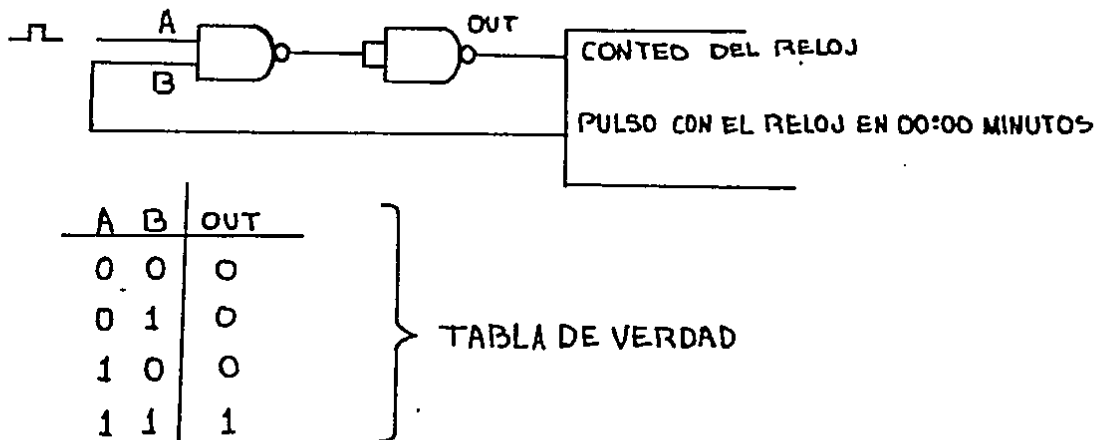
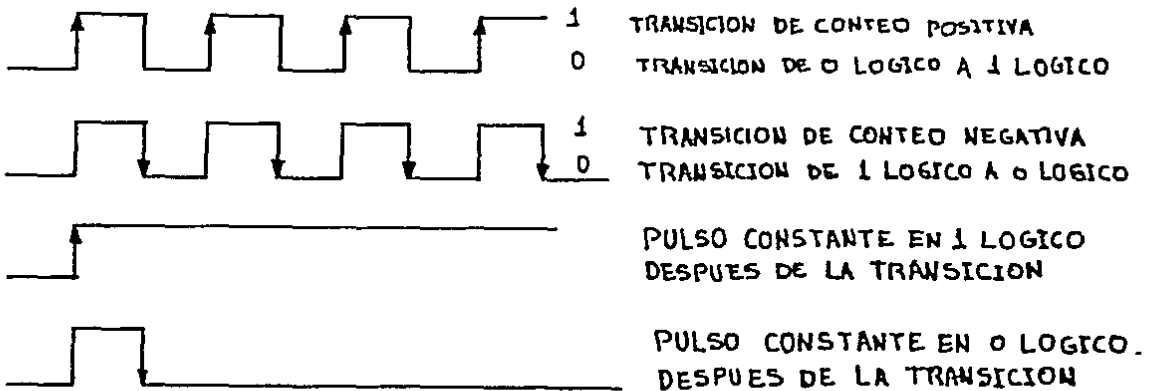
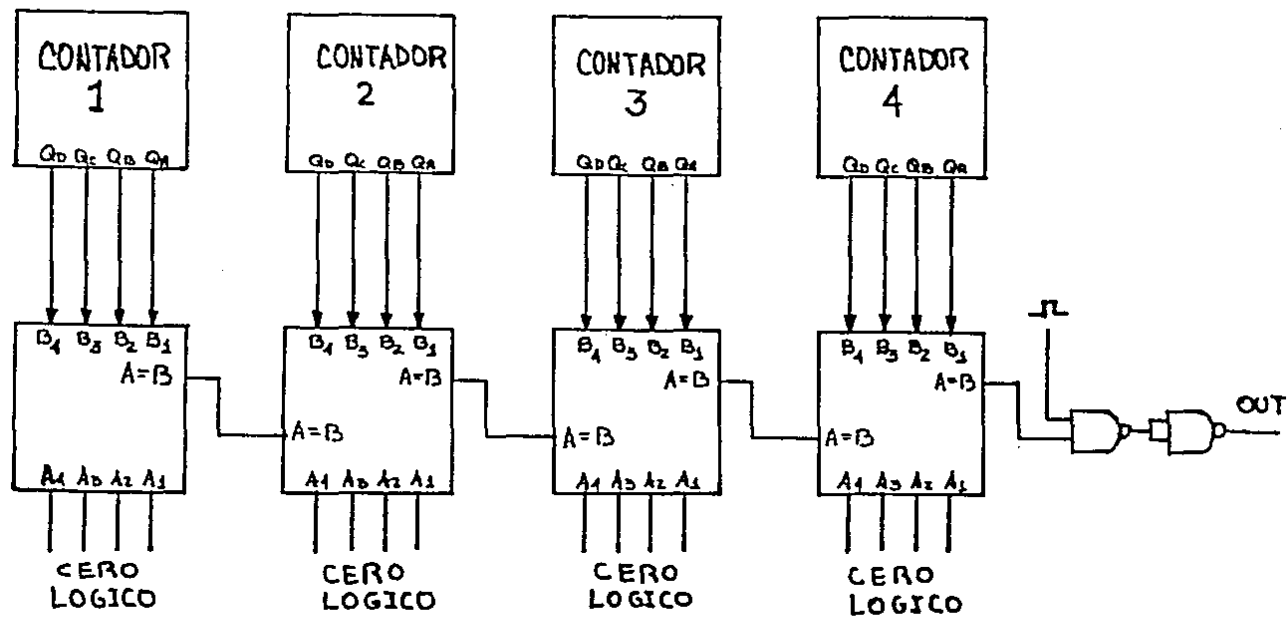

FIGURA 9 : ARREGLO QUE EVITA LA TRANSICION DE CONTEO.
FIGURA 10 : TRANSICIONES DE CONTEO.
FIGURA 11 : COMPARACION A 00:00 CON COMPARADORES.
EL SIGUIENTE PROBLEMA QUE TUVIMOS, FUE CUANDO EL CRONOMETRO LLEGABA A SU CONTEO MINIMO, EN ESTE CASO 00:00 MINUTOS, AL LLEGAR A ESTE CONTEO, SE REINICIABA EL CONTEO Y NUNCA SE DETENIA, PARA EVITAR LA CONTINUIDAD DE ESTE CONTEO, ELABORAMOS UN ARREGLO MEDIANTE COMPUERTAS COMO SE MUESTRA EN LA FIGURA 9, CON ESTE ARREGLO, EVITAMOS LA TRANSICION DEL PULSO HACIA EL FLANCO DE DISPARO(9) DEL CONTADOR, PARA QUE EXISTA UN PULSO DE CONTEO, DEBE DE HABER UNA TRANSICION DEL FLANCO POSITIVO HACIA EL NEGATIVO, CADA TRANSICION GENERA UN PULSO DE SALIDA, PARA EVITAR ESTE PULSO DE SALIDA, BASTA CON MANTENER EL GENERADOR DE PULSOS EN UN ESTADO CONSTANTE
POSITIVO (ALTO), O NEGATIVO (BAJO), MIENTRAS EL ESTADO SE MANTENGA CONSTANTE Y NO EXISTA LA TRANSICION DE UN ESTADO HACIA OTRO (EN ESTE CASO DE POSITIVO HACIA NEGATIVO), NO HABRA PULSO DE DISPARO PARA CONTEO, LA FIGURA 9, NOS DA UNA ILUSTRACION DE COMO SE PUEDE IMPEDIR ESTA TRANSICION DE ESTADOS Y EVITAR LA CONTINUACION DEL CONTEO.
SI MIRAMOS EL ARREGLO DE LA FIGURA 11, NOS DAMOS CUENTA QUE LA ENTRADA ' A ' DE LA COMPUERTA SIEMPRE VA A ESTAR CAMBIANDO DE UN ESTADO LOGICO 'BAJO', HACIA UN ESTADO LOGICO 'ALTO', Y VICEVERSA, Y MIENTRAS EN LA ENTRADA ' B ' TENGAMOS UN PULSO DE CONTEO DIFERENTE A 00:00 MINUTOS, TENDREMOS UNA ENTRADA CONSTANTE EN UN ESTADO LOGICO 'ALTO' Y VIENDO LA TABLA DE VERDAD PARA ESTE TIPO DE COMPUERTAS, NOS DAMOS PERFECTA CUENTA QUE CON UNA ENTRADA $AB = 01$, NO CUENTA PERO COMO ' A ' ESTA CAMBIANDO CONSTANTEMENTE, SE DA LA OTRA CONDICION CON $AB = 11$, QUE NOS ORIGINA UN PULSO DE CONTEO AL EXISTIR LA TRANSICION DE (0) HACIA (1), PERO CUANDO EN LA ENTRADA ' B ' TENEMOS UN PULSO DE CONTEO IGUAL A 00:00 MINUTOS, TENDREMOS PRESENTE EN LA ENTRADA UN ESTADO LOGICO BAJO (0), Y AHORA NO IMPORTA EN QUE ESTADO SE ENCUENTRE LA ENTRADA EN ' A ', TENDREMOS A LA SALIDA UN PULSO CONSTANTE EN EL ESTADO LOGICO BAJO (0) Y AL NO HABER TRANSICION, NO HABRA PULSO DE CONTEO, LA FIGURA 10, NOS MUESTRA LOS TIPOS DE TRANSICION QUE EXISTEN EN LOS CONTADORES DURANTE UN PULSO DE CONTEO Y EL MISMO PULSO CUANDO ES CONSTANTE Y NO EXISTE
POR MEDIO DE COMPARADORES. VAMOS A NECESITAR DE UN COMPARADOR POR CADA CONTADOR, ASI PODEMOS VER CUANDO LOS CONTADORES SE ENCUENTREN EN 00:00 MINUTOS TODOS, CUANDO ESTOS INTEGRADOS (COMPARADOR Y CONTADOR), SEAN AMBOS IGUALES A (0), Y TODOS LOS COMPARADORES Y CONTADORES IGUALES A (0), ESTO NOS ORIGINA UN PULSO DE SALIDA, EL CUAL SERA ENVIADO AL ARREGLO DE COMPUERTAS MOSTRADO EN LA FIGURA 9, EL CUAL SERA EL ENCARGADO DE DETENER EL PULSO DE CONTEO DEL RELOJ, LA FIGURA 11, NOS MUESTRA EL ARREGLO DE LOS COMPARADORES Y LOS CONTADORES CONECTADOS CON LAS COMPUERTAS PARA DETENER EL CONTEO CUANDO ESTE SEA IGUAL A 00:00 MINUTOS.
- (1) = CONTEO ININTERRUMPIDO ES CUANDO UN EVENTO NO SUFRE NINGUNA INTERRUPCION DEL TIEMPO DURANTE LA DURACION DEL EVENTO.
- (2) = INTERRUPCIONES CONSTANTES ES CUANDO UN EVENTO ESTA SIENDO DETENIDO EN FORMA PERIODICA DURANTE UN LAPSO DETERMINADO DE TIEMPO.
- (3) = BOLA MUERTA ES CUANDO UNA PELOTA ABANDONA EL TERRENO DE JUEGO, O BIEN CUANDO EXISTE UN FAUL PERSONAL, TAMBIEN SE APLICA A LOS TIEMPOS FUERA QUE PIDEN LOS ENTRENADORES.
- (4) = VCC SON LAS SIGLAS QUE SE EMPLEAN PARA DESIGNAR EL VOLTAJE SUMINISTRADO POR LA FUENTE DE PODER.
- (5) = CONTADOR BINARIO ES QUE NOS DARA UN CONTEO EN FORMA ASCENDENTE O DESCENDENTE DE 15 CONTEOS.
- (6) = CONTADOR BCD POR SUS SIGLAS EN INGLES SIGNIFICA BINARIO CODIFICADO EN DECIMAL Y NOS DA SOLO UN CONTEO MAXIMO DE 9 YA SEA EN FORMA ASCENDENTE O DESCENDENTE.
- (7) = LED SON SIGLAS DE LOS DIODOS EMISORES DE LUZ.
- (8) = DISPLAY ES UN ARREGLO DE LED'S, QUE SIRVEN PARA DESPLEGAR ALGO QUE QUEREMOS VISUALIZAR.
- (9) = FLANCO DE DISPARO ES EL MODO DE TRANSICION QUE EMPLEAN LOS CONTADORES PARA GENERAR UN PULSO DE CONTEO INTERNAMENTE, ESTOS MODOS SE PUEDEN VER EN LA FIGURA 10.
- (10) = BIT MENOS SIGNIFICATIVO ES EL LUGAR DE MAS A LA DERECHA QUE OCUPA NUESTRO CONTADOR Y QUE VA A TOMAR EL VALOR MAS BAJO DE CONTEO QUE EN ESTE CASO SERA DE 00:00 MINUTOS.
- (11) = BIT MAS SIGNIFICATIVO ES EL LUGAR DE MAS A LA IZQUIERDA QUE OCUPA NUESTRO CONTADOR Y QUE TOMARA EL VALOR MAS ALTO DE CONTEO Y QUE SERA EN ESTE CASO DE 20:00 MINUTOS.